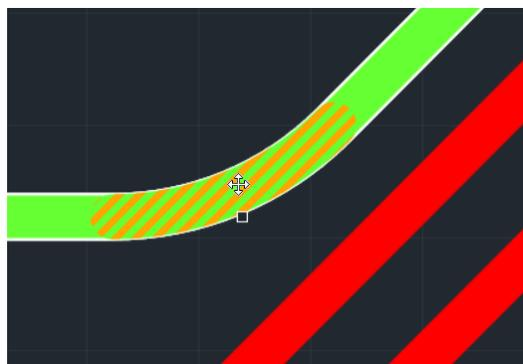

Рис. 323 Выбор области скругления
1. Выберите скругление на треке, см. Рис. 323.